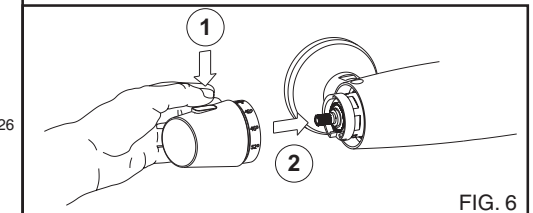
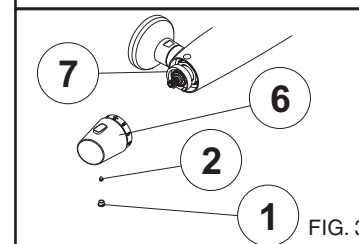

FIG. 6
FIG. 3
Sin girar más quitar la plaqueta (Fig. 3, 1), el tornillo (Fig. 3, 6) y quitar la maneta.
ATENCIÓN: la tuerca negra montada en el cartucho termostático (Fig. 3, 7) no se debe desmontar. Volver a montar la maneta (**ATENCIÓN**, para montar la maneta es necesario mantener el pulsador de seguridad apretado (Fig.6)) comprobando que el punto de referencia en la pieza corresponda a la indicación de 38 ° C (Centrado en la parte superior). Volver a roscar el tornillo y poner la plaqueta (Fig.3, 1).
- Volver a montar la maneta (**ATENCIÓN**, para montar la maneta es necesario mantener el pulsador de seguridad apretado (Fig.6)), el tornillo y la plaqueta.